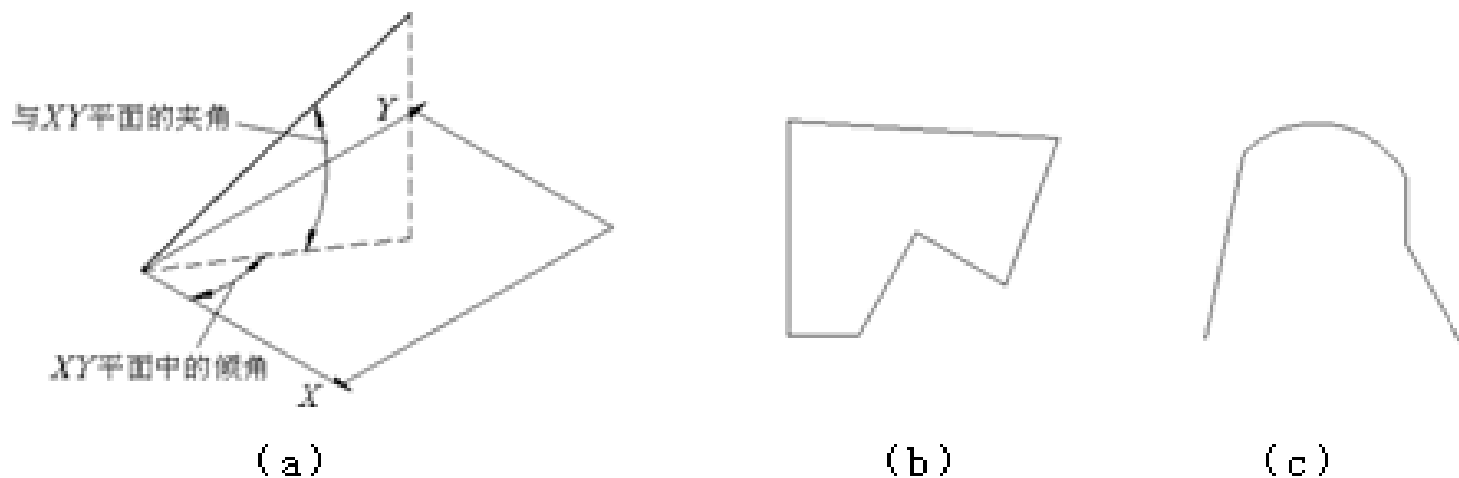

图6-3 测量距离及长度
- **XY平面中的倾角**：两点连线在xy平面上的投影与x轴间的夹角，如图6-3（a）所示。
- **与XY平面的夹角**：两点连线与xy平面间的夹角，如图6-3（a）所示。
启动MEA命令，选择“多个点（M）”选项，然后指定连续线的端点就能计算出连续线的长度，如图6-3（b）所示。
启动MEA命令，选择“多个点（M）”/“圆弧（A）”或“长度（L）”选项，就可以像绘制多段线一样测量含圆弧的连续线的长度，如图6-3（c）所示。